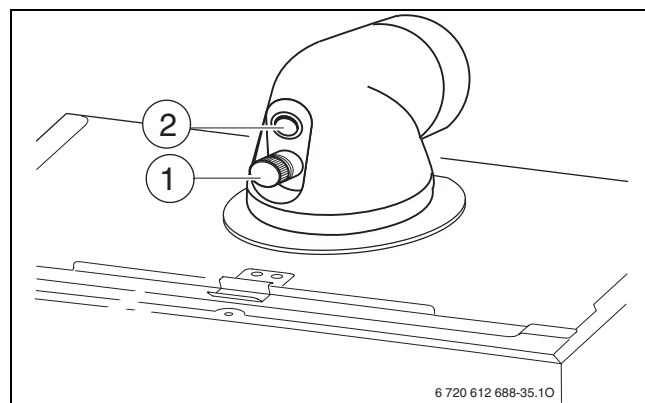

Fig. 37
- Rimuovere il tappo sul manicotto di misurazione dell'aria comburente [2] (→ fig. 37).
- Rimuovere il tappo di chiusura dalla presa di analisi dei combusti (→ fig. 37, [1]).